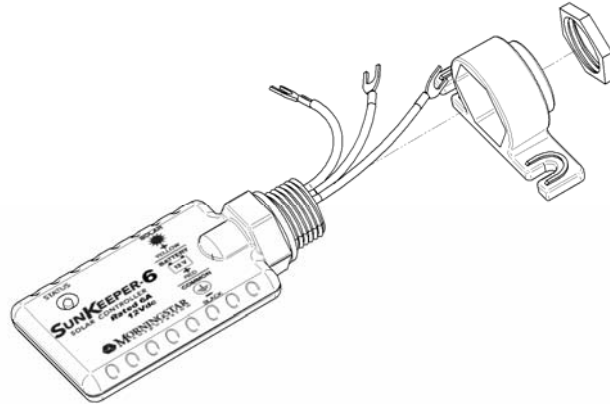

Abbildung 3. Befestigungsfuß-Baugruppe
2. Den SunKeeper, die Befestigungsfüße und die Befestigungsmutter gemäß Abbildung 3 montieren.
4. Mittels eines Bohrers mit einer 3 mm (0,125 Zoll) Bohrer Spitze Vorbohrungen für beide in Schritt (3) markierte Befestigungsschrauben bohren.
5. Den SunKeeper auf der Oberfläche positionieren und die zwei (2) Schlitz für die Befestigungsfüße auf die Vorbohrungen ausrichten. Den SunKeeper mittels M5 (Nr. 10) Zylinderkopf-Schrauben (nicht mitgeliefert) auf der Oberfläche befestigen.